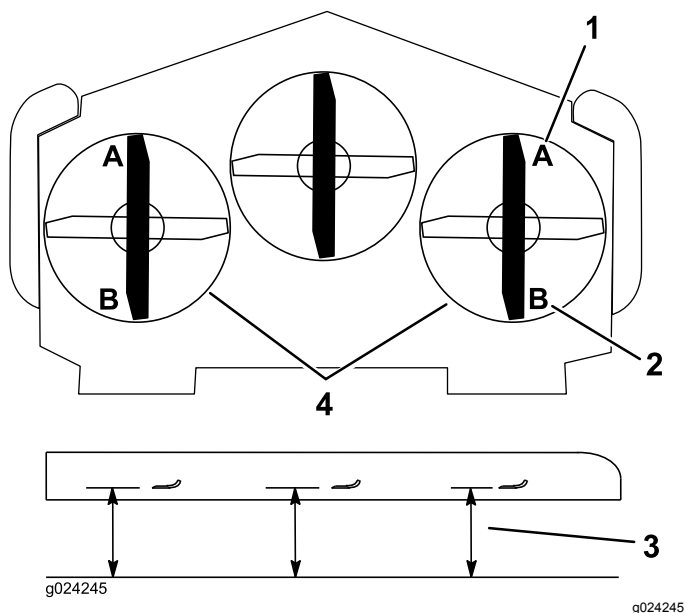

Bild 85
8. Messen Sie an beiden Seiten des Mähwerks den Abstand von der ebenen Fläche bis zur vorderen Messerspitze (Stellung A), wie in Bild 85 abgebildet.
13. Messen Sie an beiden Seiten des Mähwerks den Abstand von der ebenen Fläche bis zur hinteren Messerspitze (Stellung B), wie in Bild 85 abgebildet.